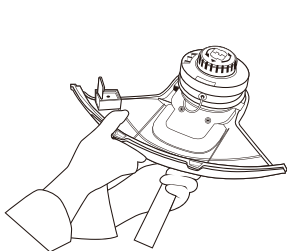

Afb. 1
- Breng de vouwbare middelste schacht op één lijn en zet deze vast met twee schroeven met behulp van de meegeleverde zeskantsleutel, zoals weergegeven. De twee delen van de middelste schacht moeten parallel uitgelijnd zijn of de schachten zullen niet passen. (Afb. 1)